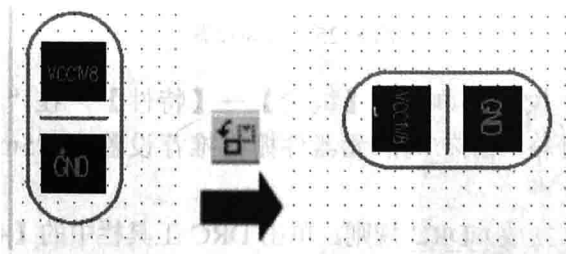

图 8-30 元器件旋转 90°
① 移动元器件。单击移动模式图标 ，选中元器件后即可进行移动操作，也可以先选中元器件后，单击  图标或按下【Ctrl+E】快捷键进行移动。
② 元器件旋转 90°。单击旋转 90° 模式图标 ，选中元器件后即可进行旋转 90° 操作，也可以先选中元器件后，单击  图标或按下【Ctrl+R】快捷键进行旋转，如图 8-30 所示。